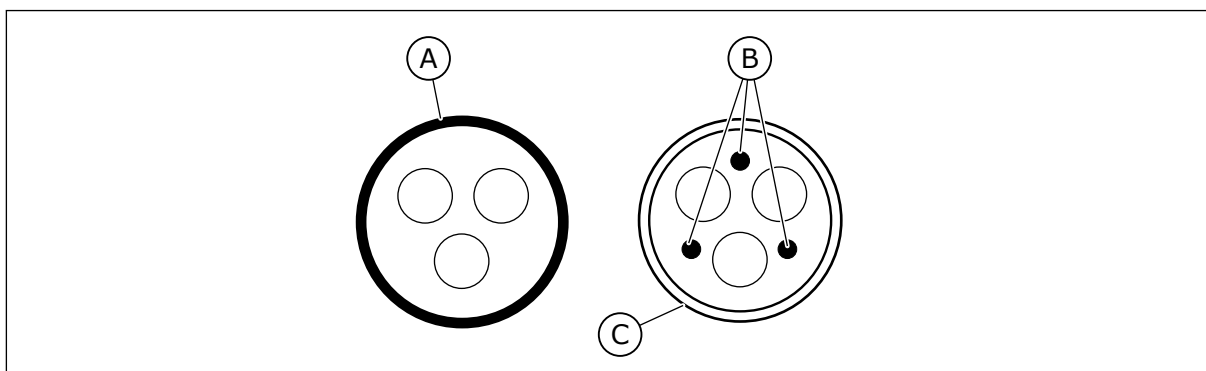

Fig. 36: Cabos com condutores de PE
2. Um cabo de força simétrico com um fio de proteção concêntrico. Um cabo para a tensão especificada da rede elétrica. Nós recomendamos um cabo MCMK. Consulte *Fig. 36*.
3. Um cabo de força simétrico com uma blindagem compacta de baixa impedância. Um cabo para a tensão especificada da rede elétrica. Nós recomendamos um cabo MCKMK ou EMCKMK. Nós recomendamos que a impedância de transferência do cabo (1...30MHz) seja de, no máximo, 100 mΩ/m. Consulte *Fig. 36*. * = Para o nível C2 de CEM, é necessário ter um aterramento de 360° da blindagem com gaxetas de cabo na extremidade do motor.